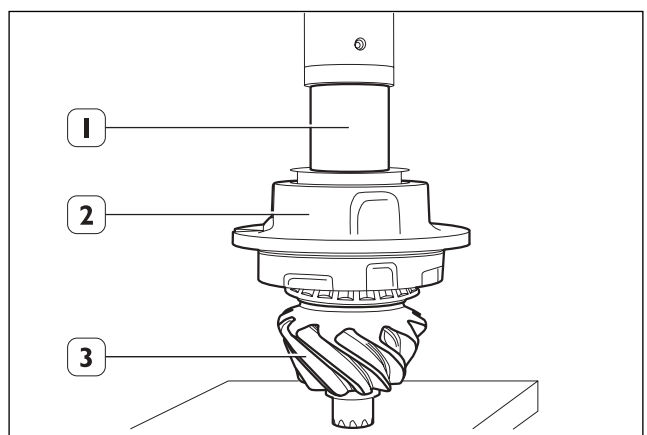

Fig. 32
2. Mediante **Herramienta CT11** (1), introducir bajo prensa la caja portarrodamientos (2) en el piñón cónico (3). (Fig. 32)